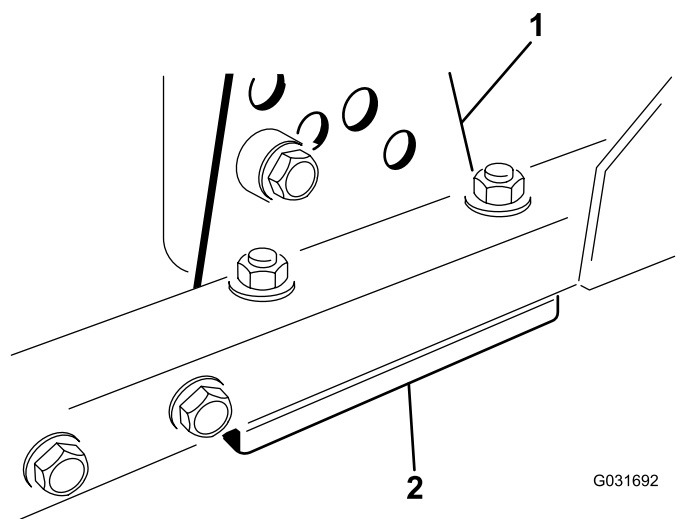

Рисунок 63
- Снимите кронштейн высоты скашивания (передний, левый или правый) с рамы деки (Рисунок 63).
- Установите регулировочные прокладки толщиной 1,5 мм и/или 0,7 мм между рамой деки и кронштейном, чтобы получить необходимую регулировку высоты (Рисунок 63).